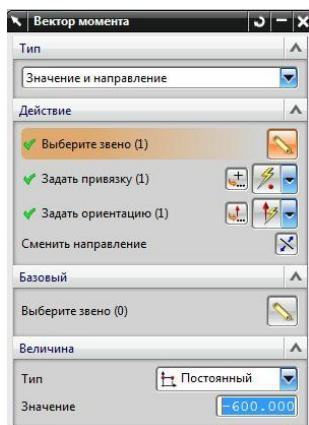

Рис.57
- Векторный момент накладывается на компонент как обычно, с указанием тела приложения, начала локальной СК, и оси вращения. Посмотрите на диалоговое окно этого внешнего воздействия (рис.57).
- Если векторный момент задается относительно неподвижного основания, то поле *Базовый* вообще не заполняется (рис.57).